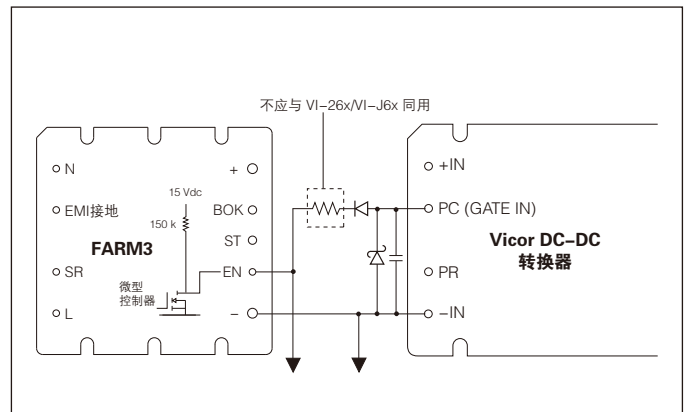

图 9-11 — 使能 (EN) 引脚功能
使能 (EN) 引脚 使能引脚必须接到所有 DC-DC 转换器模块的 PC 引脚以便刚接通电源时，ENMod 能暂时关断 DC-DC 转换器模块，否则保持电容正通过限流热敏电阻充电时，转换器模块就可能开始工作，因而无法使母线电压达到热敏电阻旁路门限电压，结果是转换器将无法正常启动。使能 (EN) 引脚输出 (内部 N- 渠道 MOSFET 的漏极) 电压，在模块内部通过 150 kΩ 电阻升到 15 V。(图 9-11)